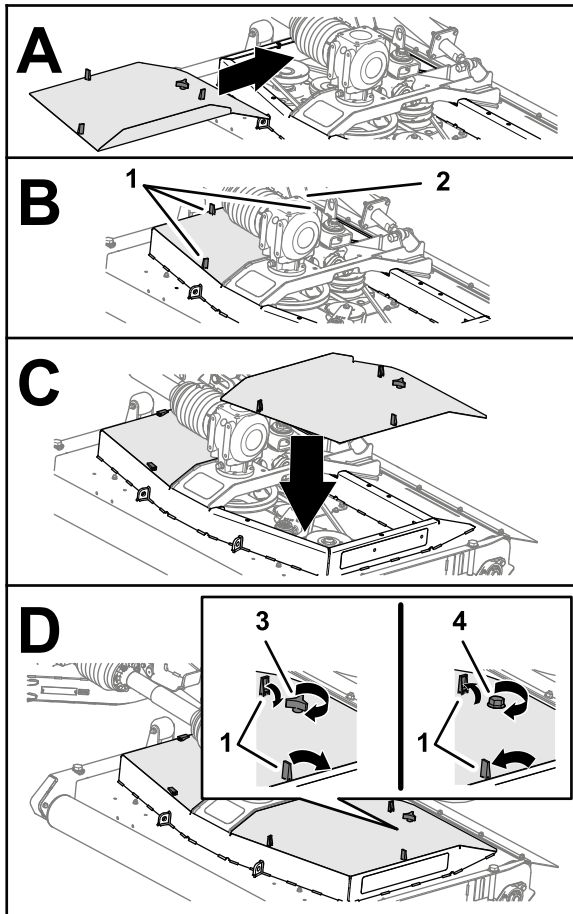

Рисунок 47
1. Совместите защелки крышки деки газонокосилки с отверстиями в деке газонокосилки (Рисунок 47).
2. Установите крышку на деку газонокосилки (Рисунок 47).
3. Закрепите крышку (Рисунок 47) следующим образом: